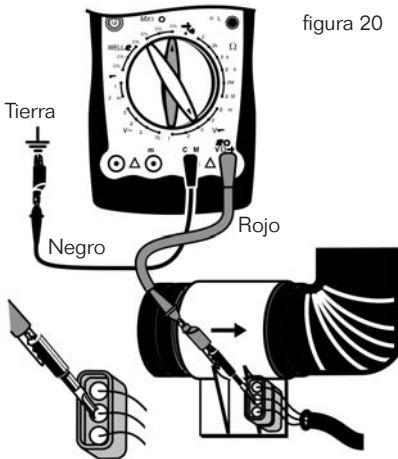

figura 20
- (1) Conecte el sensor MAP de tensión de CD en el método de prueba de la tensión de CD y ajustar el selector giratorio del multímetro en 20 VCD.
- (2) Conecte el sensor MAP de frecuencia en el método de prueba de RPM x10 y ajuste el multímetro según el número de cilindros del automóvil.
- (3) Tome 4 cilindros (4CYL) por ejemplo, y conecte el sensor de la punta de prueba negra del multímetro a la terminal conectado a tierra (es decir, conexión de correa a tierra) y conecte la punta roja como se muestra en la Figura 20.
- (4) Active la llave de contacto, pero no arranque el motor.
5. Flujo de Masa de Aire (MAF, en inglés) (ver Figura 20)